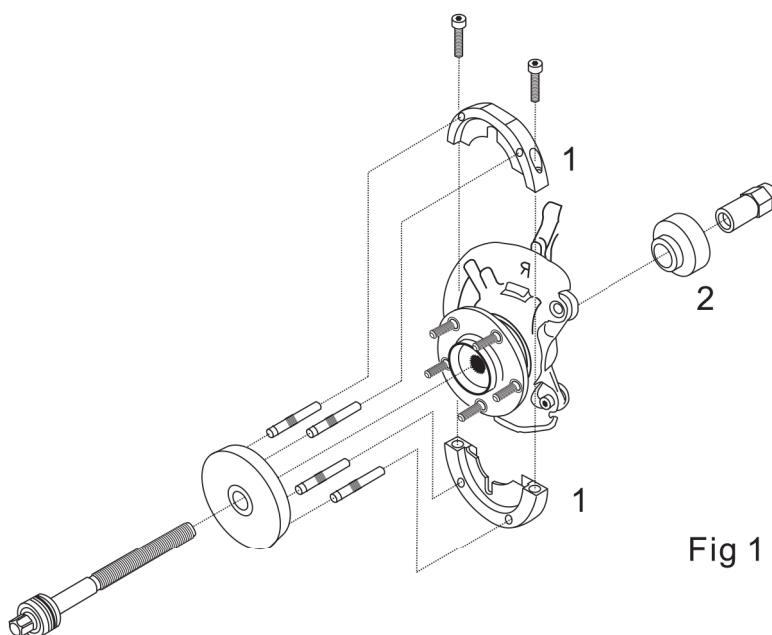

Fig 1
- Monte as garras de remoção (1) no rolamento / flange; consulte o diagrama (fig.1), prenda com os parafusos fornecidos.
- De trás, encaixe o adaptador de extração (1) sobre a extremidade do parafuso de força. Extremidade do colar para o parafuso de força. consulte a fig.1 Tenha cuidado para alinhar os recortes com o sensor de ABS.
Fuso roscado extremidade de porca do parafuso força em direção parafuso força - referem-se a fig. 1.
- Fixe a ferramenta montagem com as porcas e os parafusos de fixação. Extremidade roscada longa da porca do parafuso de força na direção do parafuso de força. consulte a fig.1